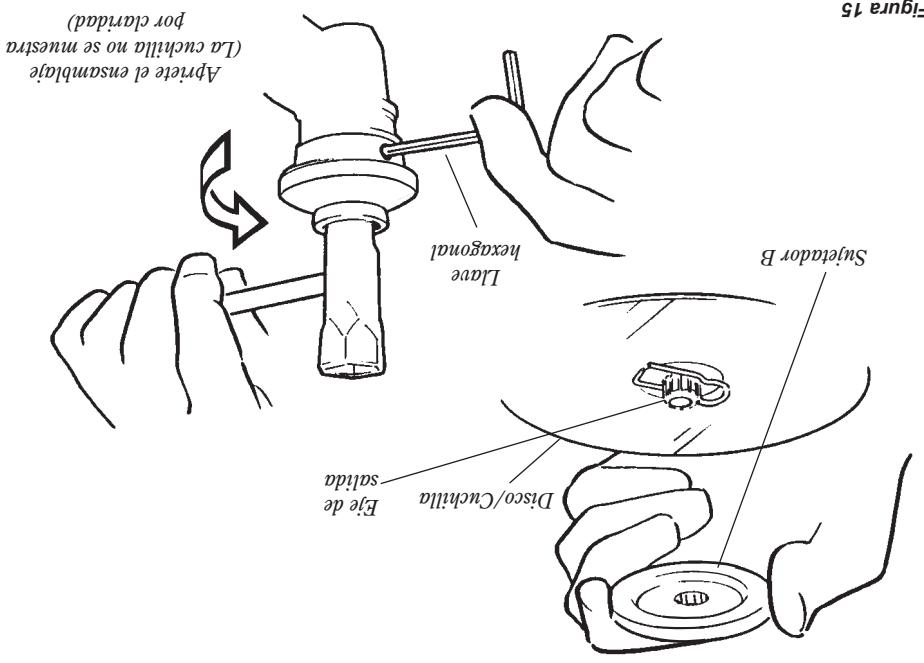

Figura 15
- Consulte la figura 15. El reborde en el sujetador de la cuchilla apoya sobre el eje de salida. El perno de retención de perno y la cuchilla se instalan en dirección contraria a las agujas del reloj.